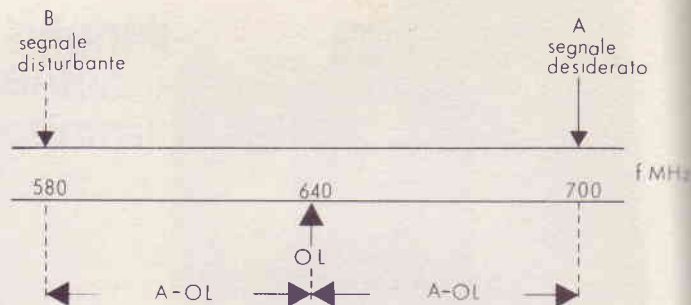

Fig. 10.3 - Conversione immagine. Uscita convertitore = $A - OL$ nel caso 60 MHz.
Riferendoci alla Fig. 10.3 abbiamo un segnale in arrivo A che tramite l'oscillatore locale (OL) è convertito alla frequenza $A - OL$. Nell'esempio: $A = 700$ MHz; $OL = 640$. Il segnale convertito sarà quindi 60 MHz.